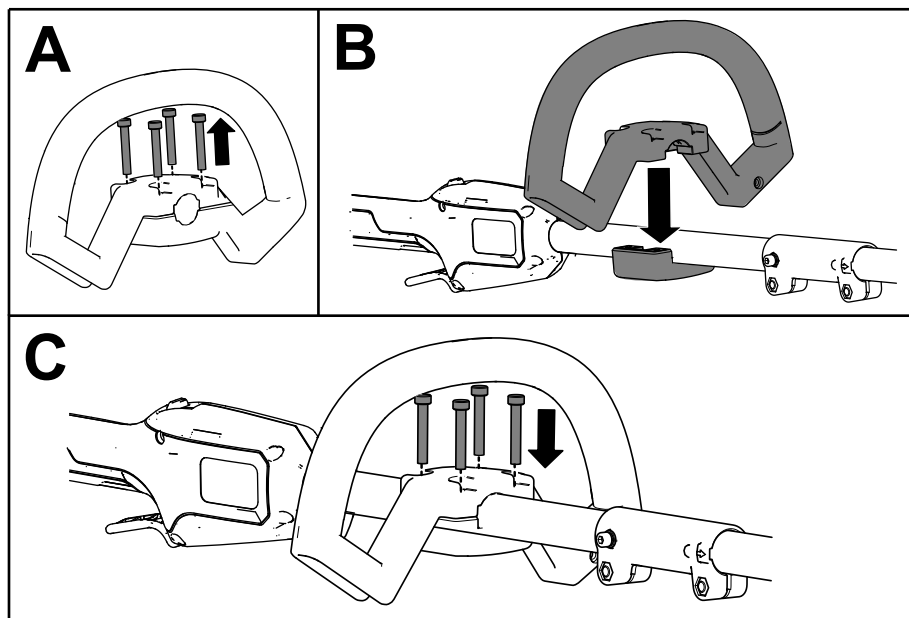

Figura 5
1. Separai mânerul auxiliar de placa mânerului prin îndepărtarea celor 4 uruburi cu cap imbus cu ajutorul cheii imbus furnizate (A din Figura 5).
2. Alinai mânerul auxiliar cu placa mânerului auxiliar pe arbore (B din Figura 5).
3. Fixai mânerul auxiliar pe placa mânerului cu cele 4 uruburi cu cap imbus îndepărtate anterior (C din Figura 5).